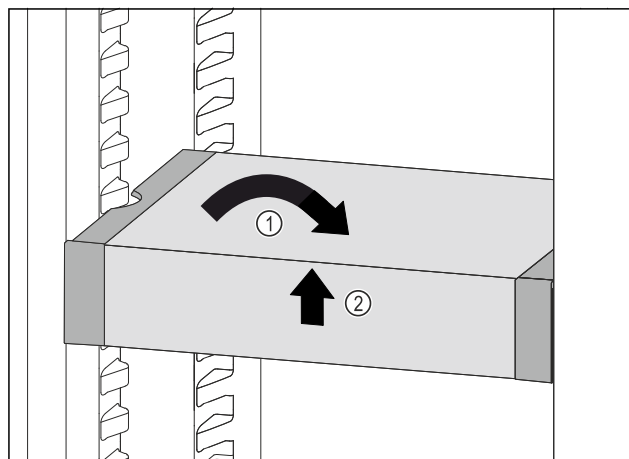

Fig. 55
- ▶ Placer VarioSafe lige, Fig. 55 (1)
- ▶ Løft VarioSafe op foran, Fig. 55 (2)